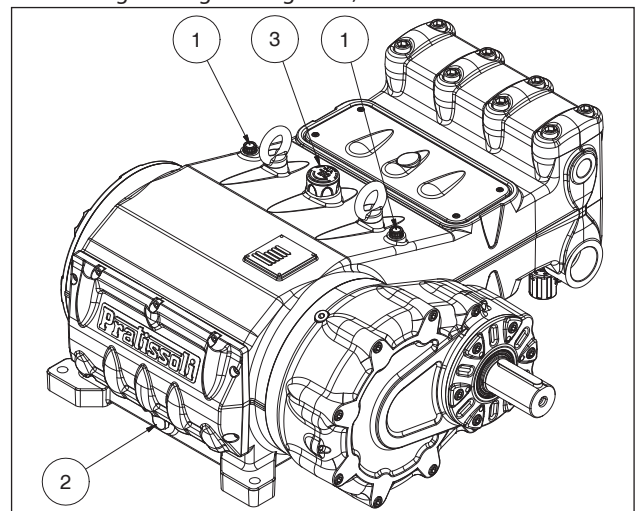

Abb. 3
Überprüfen Sie den Ölstand über die Messstäbe mit min. sowie max. Markierungen ①, Abb. 3.
Füllen Sie bei Bedarf über den Ölverschluss ③, Abb. 3 nach.
Die Ölstandsprüfung hat bei Pumpe auf Umgebungstemperatur zu erfolgen, für den Ölwechsel soll die Pumpe dagegen auf Betriebstemperatur sein. Entfernen Sie dazu den Verschluss Pos. ②, Abb. 3.